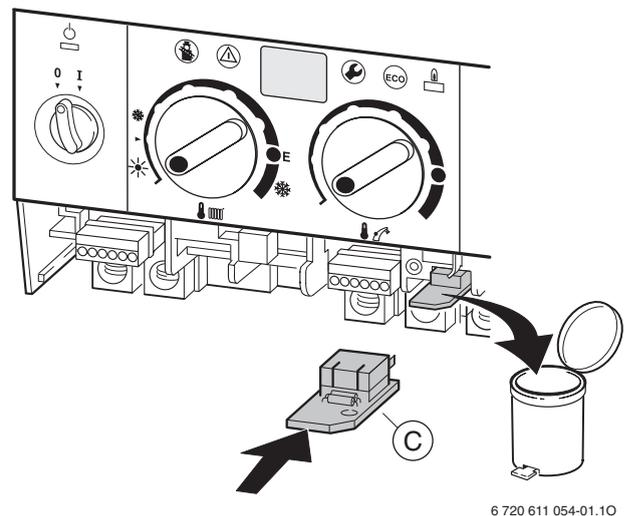

Fig. 63
- ▶ Sostituire gli ugelli (29).
- ▶ Cambiare la chiave di codifica alla Heatronic (fig. 63).